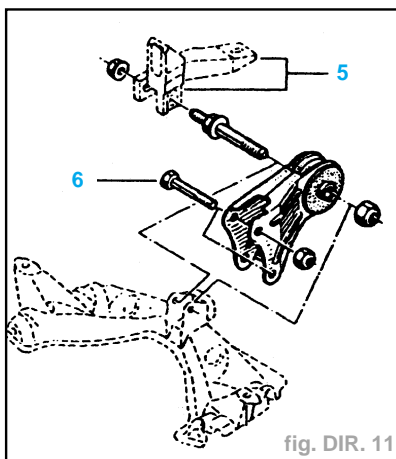

fig. DIR. 11
- les deux raidisseurs (5) (fig. DIR. 11),